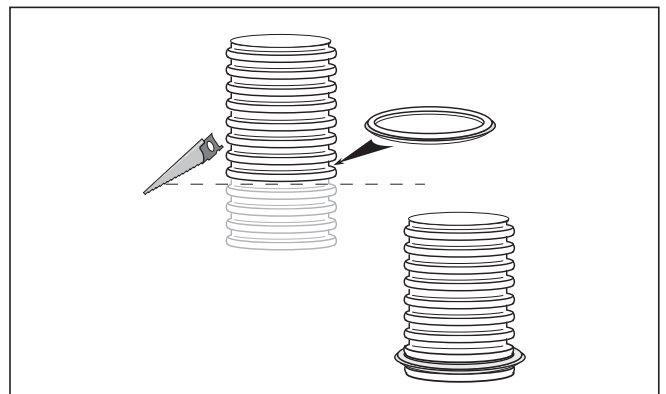

Fig. 4.38 Montage du conduit des fumées et des joints
- Montez ensuite le joint dans la rainure non endommagée du conduit des fumées située le plus en bas (→ Fig. 4.38).